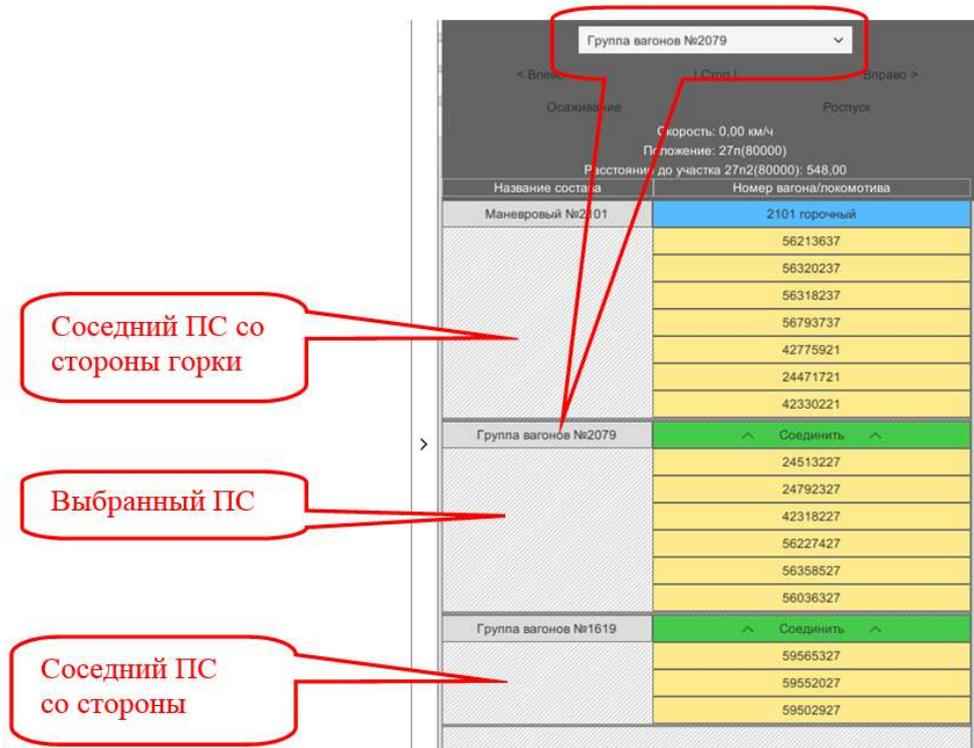

Рисунок 10.3. Маневровые операции с маневровой панели ППИ
- 1) на панели маневровой работы (Рисунок 10.3);